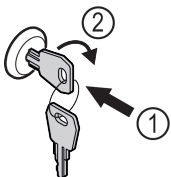

Fig. 140
- ▶ Introduceți cheia prin apăsare Fig. 140 (1).
- ▶ Rotiți cheia cu 90° în sensul acelor de ceasornic Fig. 140 (2).